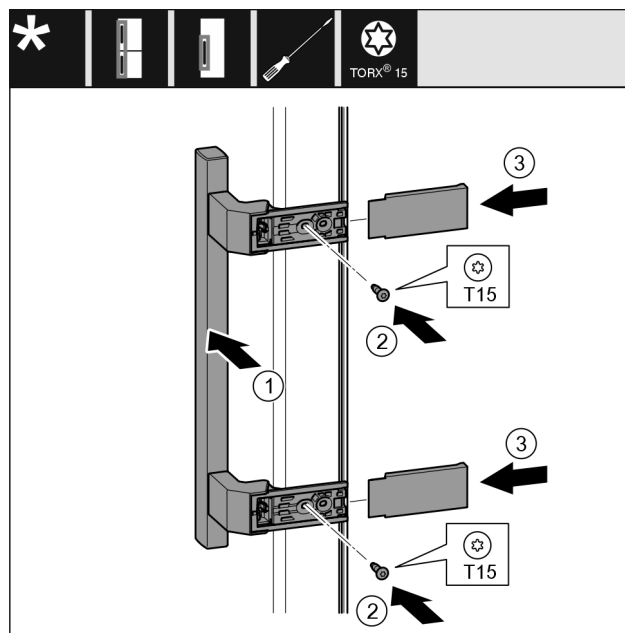

Fig. 50
- Placer la poignée Fig. 50 (1) du côté opposé.
- Serrer les vis Fig. 50 (2) avec un tournevis.
- Placer les caches Fig. 50 (3) sur le côté et les faire glisser.